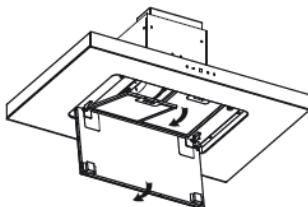

Figura 1
1. Aprire il pannello della luce a LED ed estrarre il filtro antigrasso (vedi figura 1).